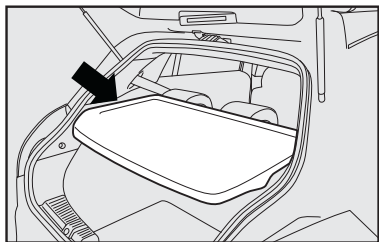
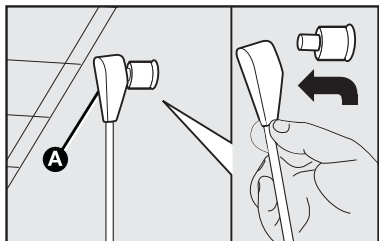

fig. 101
fig. 102
- remover a cobertura do porta-malas (superfície traseira) **fig. 101**, liberando as extremidades superiores **A-fig. 102** dos dois tirantes, retirando os olhais dos pinos e empurrando-os na direção da seta;